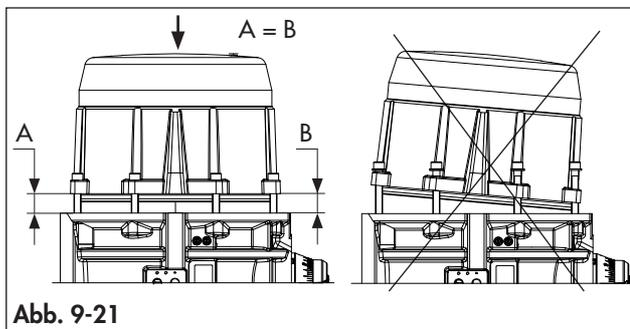

Abb. 9-21
- ➔ Montieren Sie die Deckel wie in Abb. 9-21 gezeigt, und halten Sie einen konstanten Abstand ( $A = B$ ) zwischen dem Gehäuse des Stellantriebs und der Deckelschnittstelle ein.